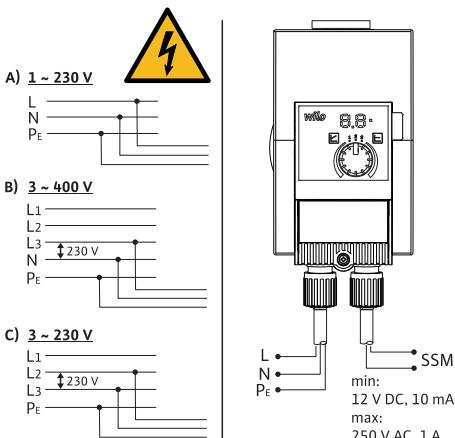

Fig. 3: Pieslēgšanas iespējas
- Pievienot tikai 230 V zemsprieguma elektrotīkiem. Pieslēdzot IT (Isolé Terre) tīkliem, obligāti pārliecinieties, ka spriegums starp fāzēm (L1-L2, L2-L3, L3-L1 → Fig. 3) nepārsniedz 230 V. Kļūdas (zemesslēguma) gadījumā spriegums starp fāzēm un PE nedrīkst pārsniegt 230 V.